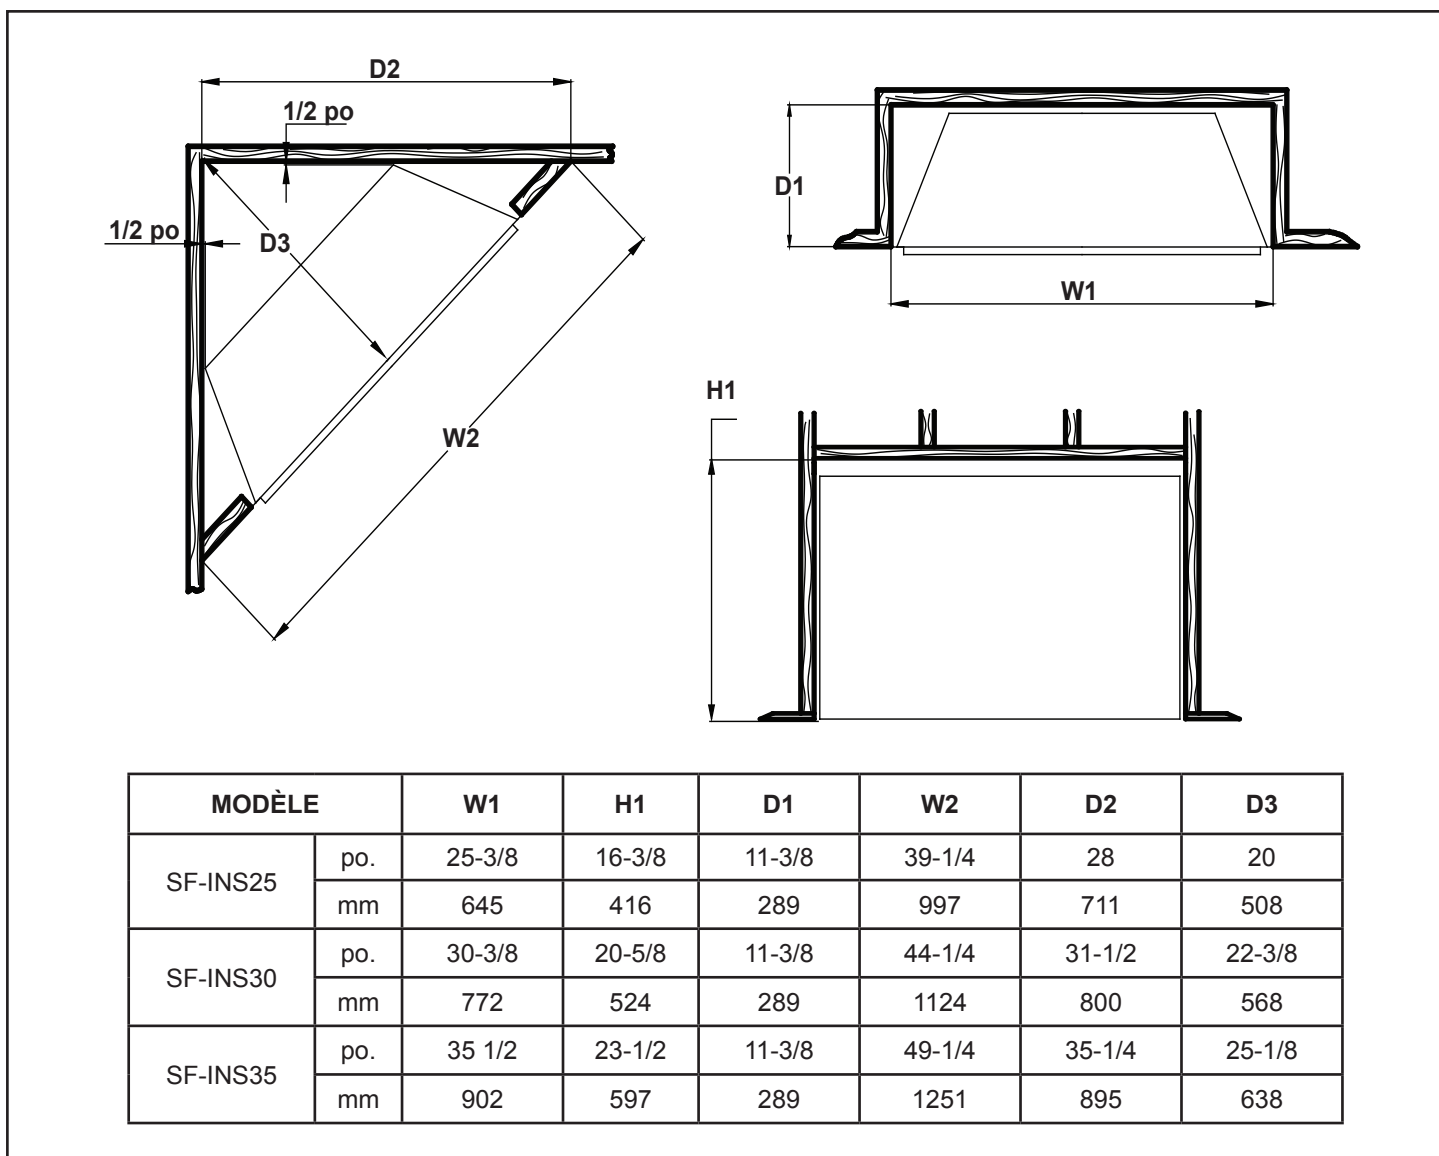

Figure 4.10 Dimensions de la charpente
Quand on choisit l'emplacement de l'appareil, il est important de prévoir des dégagements par rapport aux murs. Voir les figures 4.10 et 4.11.
1. Cet appareil est approuvé pour l'installation intégrée. Se référer à la figure 4.10 pour les dimensions de la charpente.